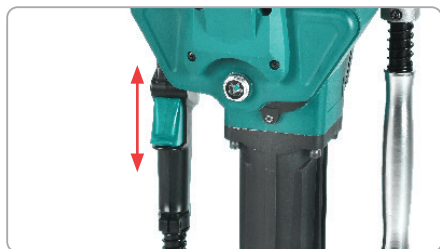

Fig.4
- Pentru pornirea masinii, apasati intrerupatorul in pozitia de pornire Fig 4.
- Pentru oprirea masinii, eliberati clapeta de acceleratie si lasati masina sa mearga la ralanti timp de 3 pana la 5 minute apoi apasati intrerupatorul in pozitia de oprire Fig 4.
- Puneti comutatorul motorului in pozitia OPRIT (Fig 4).